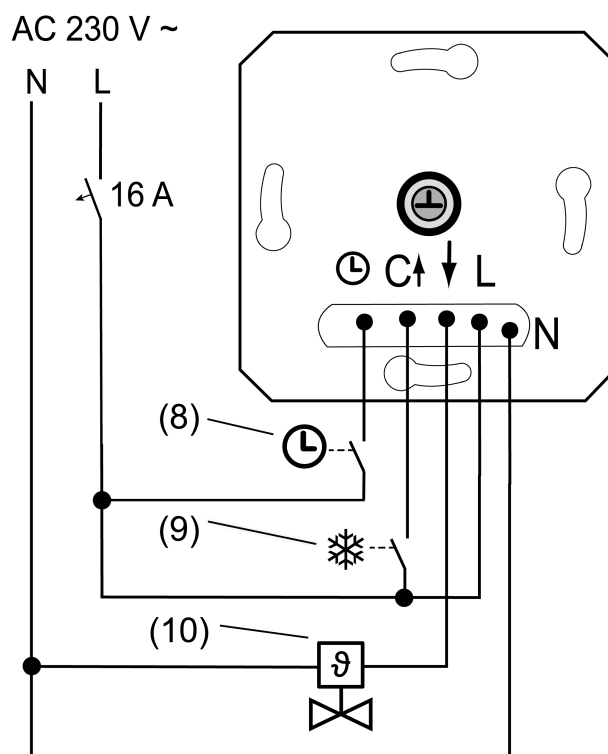
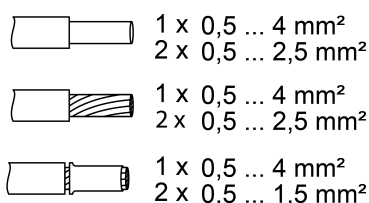

рисунок 2: Пример подключения вставки
рисунок 3: Сечение провода под клемму
- Подключите электротермический сервопривод (10) к вставке (1) согласно монтажной схеме (рисунок 2). Соблюдайте сечение проводов (рисунок 3).
- В виде опции можно подключить вход в режиме ECO ☺ через контакт переключения центральных часов (8).